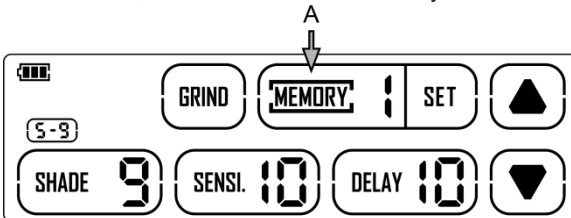

fig. 8a
Paso 1: toque "MEMORY" (MEMORIA) en la pantalla y establézcala en "1" tocando "▲" y "▼" (consulte la fig. 8a-A).